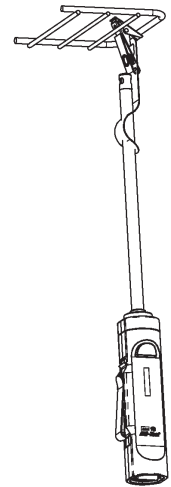

Abb. 37: Aufhänger
- Bei Messungen im Tiefkühl-/Kühlbereich muss das Blü-Test-Gerät in oder um die Produktregale herum und nicht in der Nähe der Tür platziert werden. Lassen Sie die Messspitze nicht das Rack berühren. Aufgrund der größeren Differenz zwischen Raumtemperatur und Gefrier-/Kühlraumtemperatur benötigt das Gerät mehr Zeit zur Stabilisierung. Lassen Sie das Gerät 15 bis 20 Minuten oder bis sich der Messwert stabilisiert hat, an Ort und Stelle. Der Klemmenhalter erleichtert dies, indem er das Gerät für Sie hält (Abb. 37).